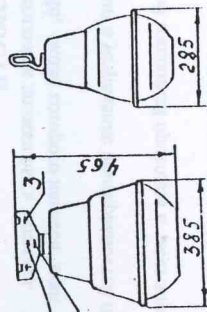

Рис.1
1.1. Светильники подвесные ЖСУ17-150-001 (рис.1) с разрядными лампами высокого давления пред-
Светильники закрепляются на несущем тросе Ø6...12,5 мм двумя болтами (3) см. рис.1.